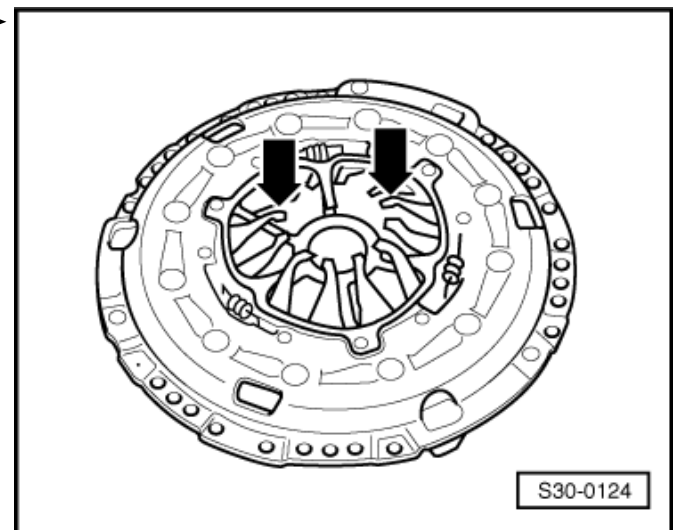

Abb. 7: Federverbindungen und Nietverbindungen prüfen
- ☐ Federverbindungen und Nietverbindungen prüfen ⇒ Abb. 7 in **30-3** Seite 7